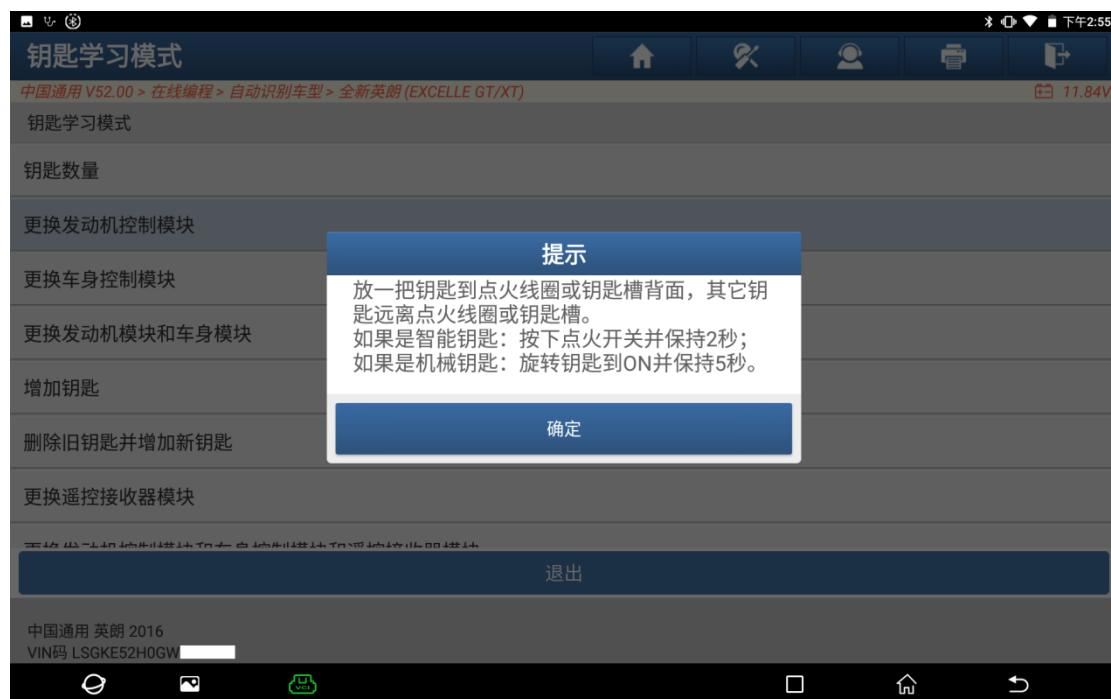

图 32
32. 请放一把钥匙到点火线圈或钥匙槽背面，其他钥匙远离点火线圈或钥匙槽，如图 32。